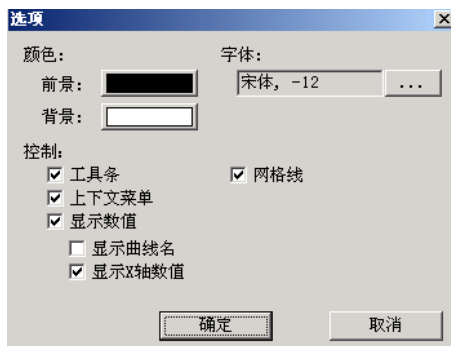

图8.91 选项对话框
- ◇  **选项**: 单击该按钮, 弹出如图8.91所示的选项对话框, 可以修改曲线的配置选项。